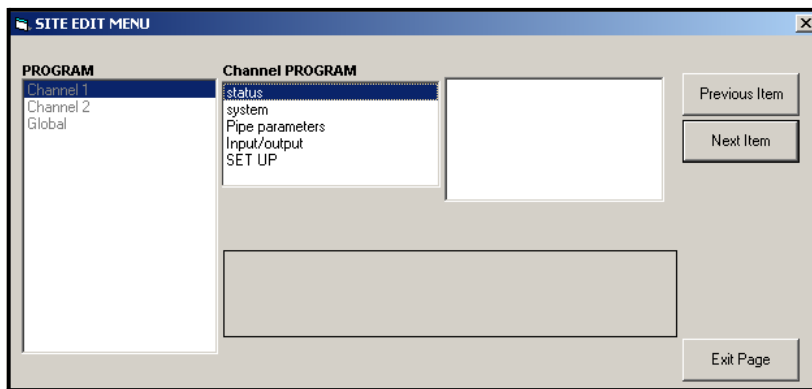

Figura 41: Finestra del menù Modifica sito
3. Per inserire i dati nel programma utente, fare doppio clic sul menù Modifica sito. La finestra appare simile a quella della Figura 41.
4. Per accedere a un menù particolare (Canale 1, Canale 2 o Globale), evidenziare e fare doppio clic sul menù desiderato nel riquadro di sinistra. Ad esempio, facendo clic su Canale 1 nella Figura 41 si apre l'elenco di opzioni mostrato nel riquadro centrale.
PanaView torna al menù PROGRAMMA CANALI (vedere Figura 41 a pagina 87). Passare all'opzione Sistema.
- Se non si utilizza il FLUSSO DI MASSA, PanaView ritorna alla finestra PROGRAMMAZIONE CANALI mostrata nella Figura 41 a pagina 87. Passare all'opzione Tubo.
PanaView ritorna alla finestra PROGRAMMA CANALE mostrata nella Figura 41 a pagina 87. Procedere con l'opzione Tubo nella pagina successiva.